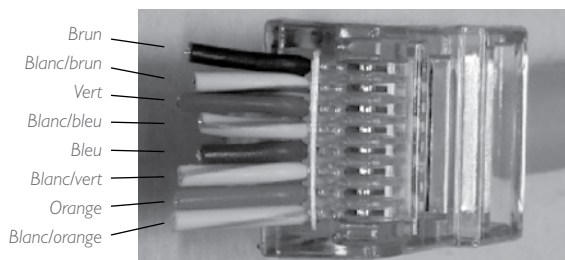
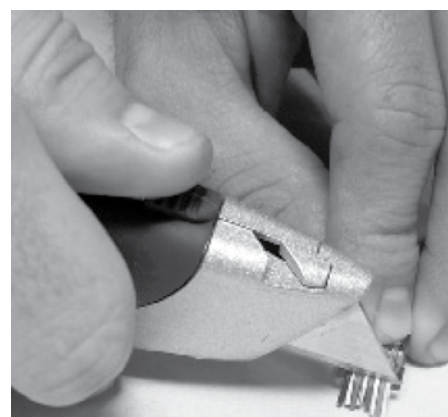

Figure 1.16
Figure 1.17
La Figure 1.16 est un exemple d'ordre correct des fils (de droite à gauche) :
- i) Si les fils n'ont pas été coupés courts comme sur la Figure 1.16, l'excédent de fil doit être coupé au ras du connecteur. Il est important de s'assurer qu'il ne dépasse aucun bout de fil susceptible d'empêcher la fiche de s'enclencher dans une prise (voir Figure 1.17).